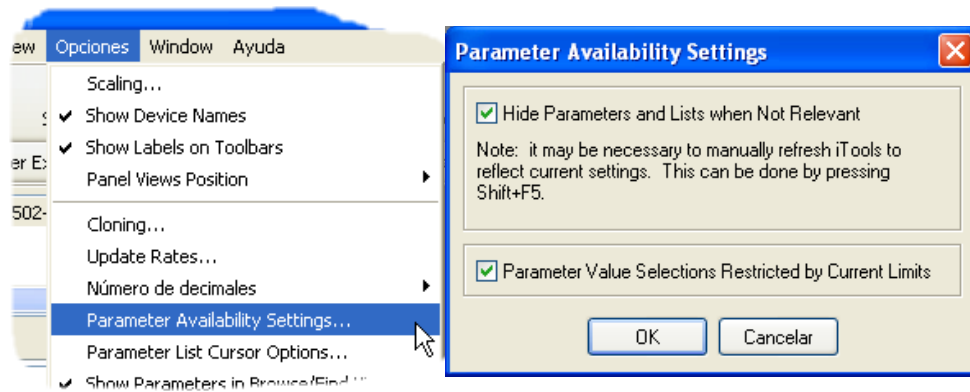

Figura 6.4.1b Mostrar/ocultar parámetros
3. Parámetros ocultos: de manera predeterminada, iTools oculta los parámetros que se consideran irrelevantes según el contexto. Es posible hacer que estos parámetros ocultos aparezcan en la tabla utilizando la opción "Parameter Availability Settings..." del menú "Opciones" (Figura 6.4.1b). Estos parámetros se muestran con el fondo sombreado.